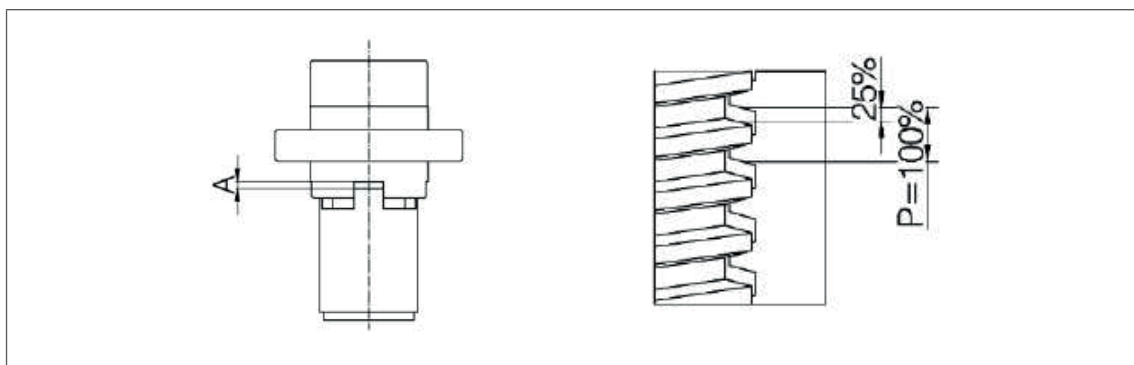

Fig. 20: Tuerca de seguridad SIFA: Medida „A“ para comparación durante la prueba de desgaste
4. Si está instalada una tuerca de seguridad SIFA. Mida la cota „A“ y anótela (véase la fig. 20). Esta cota sirve como una medida inicial con la que comparar el estado tras un período de funcionamiento y así poder evaluar posteriormente el desgaste (véase el capítulo 7.1.1., página 25).
- 3. Si hay montada una tuerca de seguridad SIFA: compruebe el desgaste como se muestra en la Fig. 20.